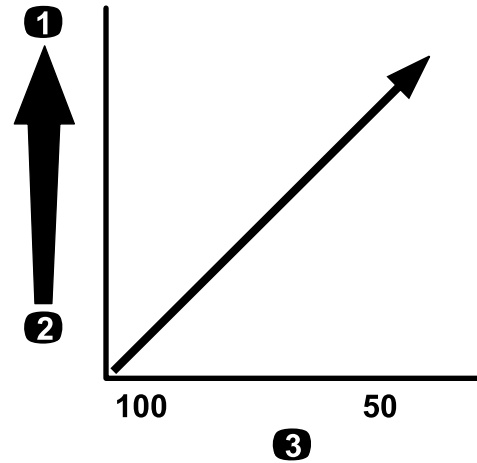

**Figura 28**
**Importante:** Cuando se fumiga con productos químicos de mayor viscosidad (más espesos) o soluciones de polvo humedecible, puede ser necesario utilizar una malla de filtro más abierta para el filtro de boquilla opcional; consulte la Figura 28.